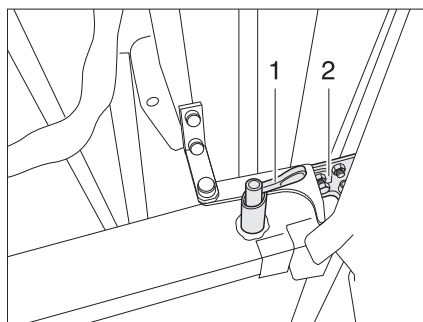
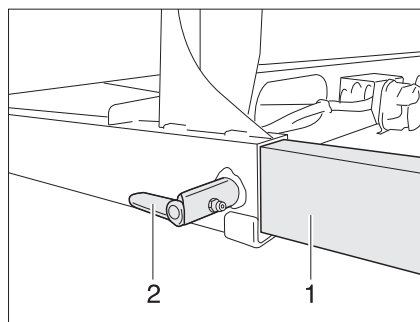

Fig. 3 Système de verrouillage sur la rallonge, ouvert
Fig. 4 Système de verrouillage sur la rallonge, verrouillé
- Faire faire un demi-tour au verrou à ressort (Fig. 3,1) des deux côtés et le faire s'enclencher en position d'arrêt (Fig. 3).
- Faire entièrement sortir le porte-charges (Fig. 3,2) sans le coincer.
- Refaire faire des deux côtés un demi-tour au verrou à ressort en sens inverse et le faire s'enclencher (Fig. 4).
- Faire faire un demi-tour au verrou à ressort (Fig. 4,2) des deux côtés et le faire s'enclencher en position d'arrêt (Fig. 3).
- Faire entièrement rentrer le porte-charges (Fig. 4,1) sans le coincer.